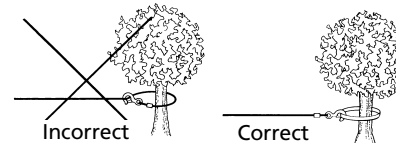

Figure 4
9. N'ACCROCHEZ JAMAIS LE CÂBLE SUR LUI-MÊME, car cela pourrait endommager le câble. Utilisez une élingue en nylon (Fig. 4).